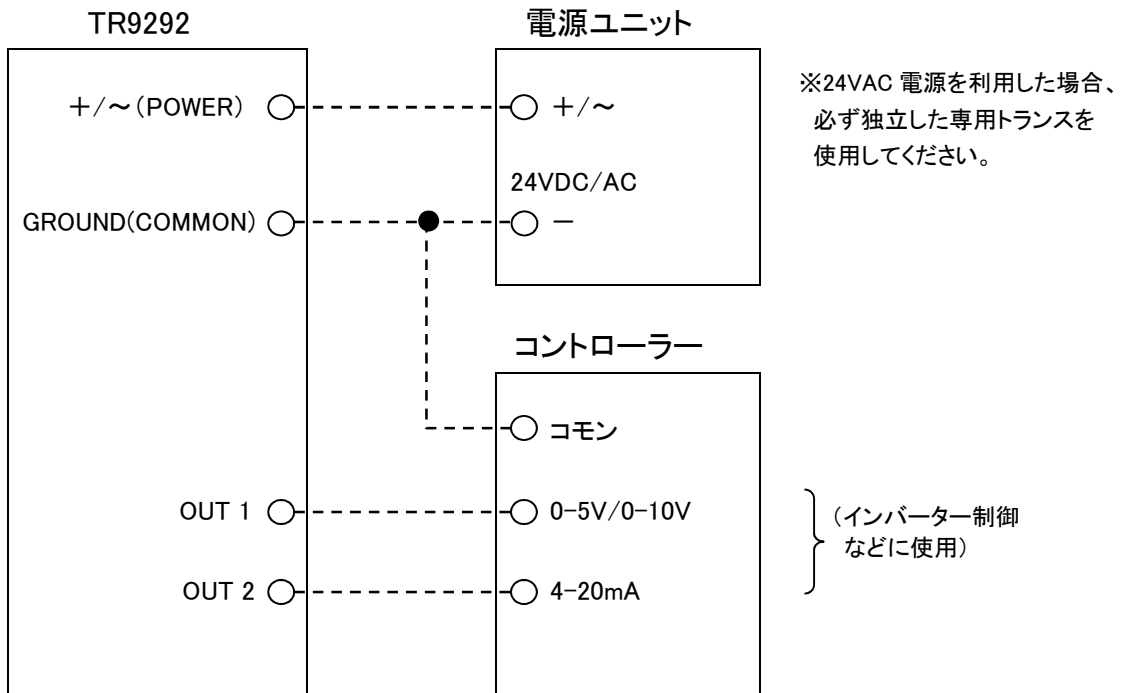
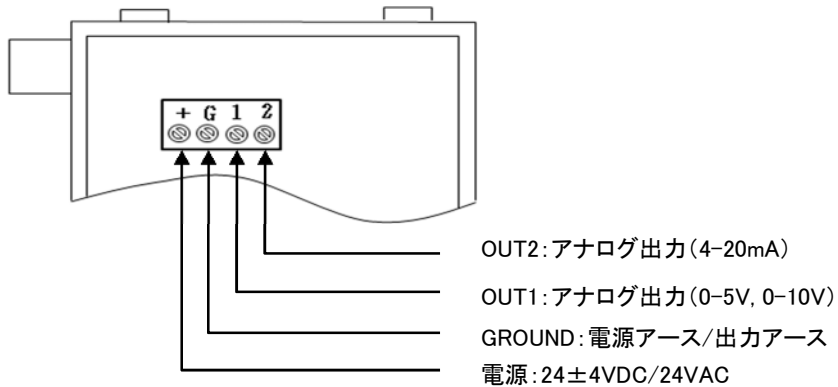

図 6 TR9292 結線図
図 7 TR9292 端子配置図
- ①本体の底面のロック爪を押し込みながらフロントプレートを矢印の方向に引き、外します。
- ②本体の配線口からケーブルを通し、所定の端子台にケーブルを接続し外れないことを確認します。(図6、図7参照)
- ③外部の空気が入らないように、配線口は確実に遮蔽します。
- ④フロントプレートの上面の2個のひっかけ爪に引っかけてから、本体の底面のロック爪を差し込み、カチッと音がするまで確実にはめ込みます。